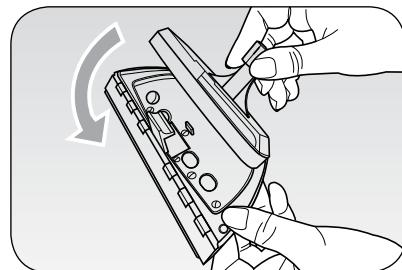

Fig. 6
Il est possible d'appliquer la brosse essuie-glace sur la brosse pour tissus (11): pour assembler les deux accessoires, il suffit d'introduire les languettes situées sur la base de la brosse pour tissus à l'intérieur des crochets situés sur la base de la brosse essuie-glaces. Grâce à la brosse essuie-glaces, vos vitres, miroirs et surfaces brillantes retrouveront tout leur éclat. Facile à utiliser même sur les vitres des box douche, pour éliminer les traces de calcaire laissées par l'eau (Fig. 6).